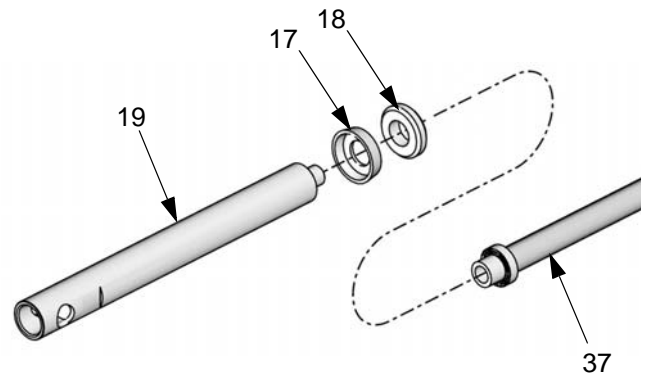

FIG. 18
1. Lubrifiez le joint (17) et le coussinet (18) avec de la graisse à base de lithium n° 2.
2. Installez le coussinet (18) et le joint en coupelle (17) en orientant les lèvres vers le bas sur la tige de connexion de la pompe (37). Référez-vous à la FIG. 18.